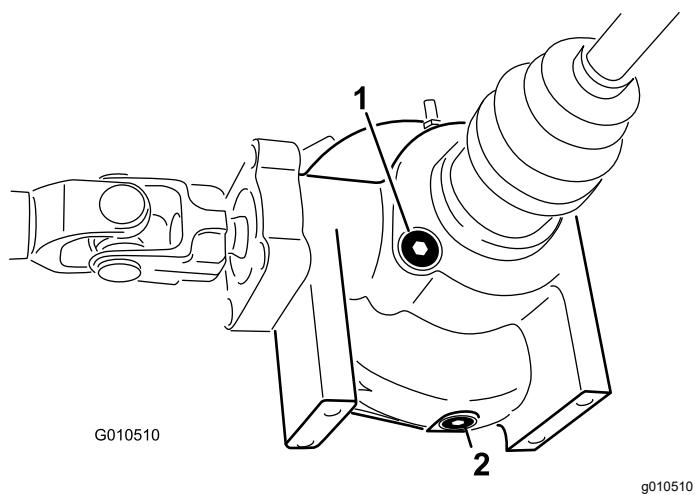

図 52
2. デファレンシャル側面にあるドレンプラグの周辺をウェスできれいにぬぐう図 52。